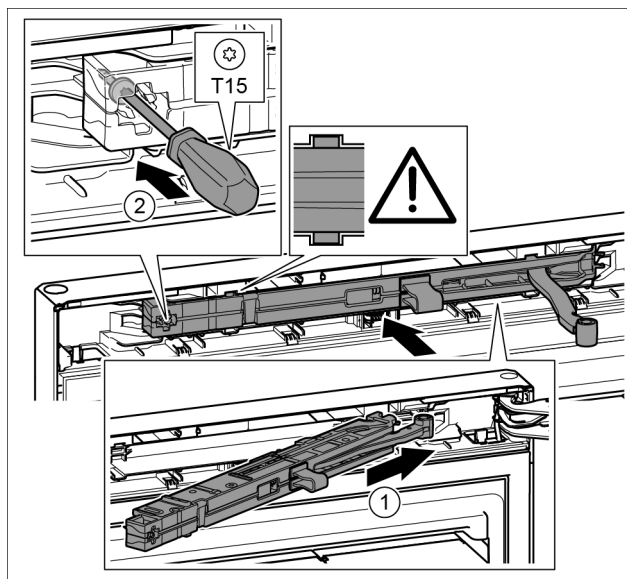

Fig. 41
- ▶ Schließdämpfereinheit auf der Lagerbockseite bis zum Anschlag schräg in die Aussparung einschieben. Fig. 41 (1)
- ▶ Einheit vollständig einschieben. Fig. 41 (2)
- ▶ Die Einheit ist richtig positioniert, wenn die Rippe der Schließdämpfereinheit in der Führung im Gehäuse liegt. Fig. 41 (3)
- ▶ Schraube mit einem Schraubendreher T15 festschrauben. Fig. 41 (4)